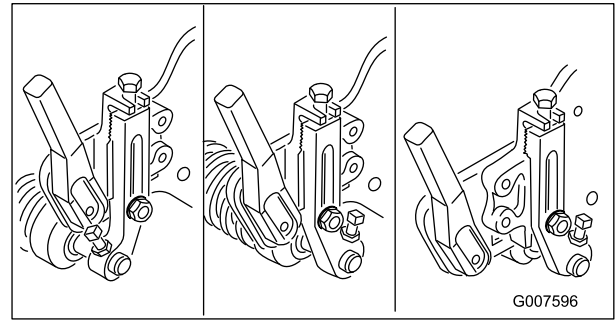

Bild 51
**Hinweis:** Die Frontrolle hat drei Stellungen (Bild 51), abhängig vom Einsatz und den Anforderungen des Benutzers.